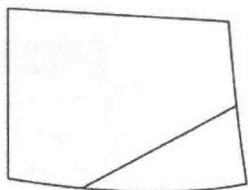

图 7-102 袋布步骤 3
③选择 【智能笔】工具的连角功能进行连角,多余的线用 【橡皮擦】工具删除(图 7-102)。